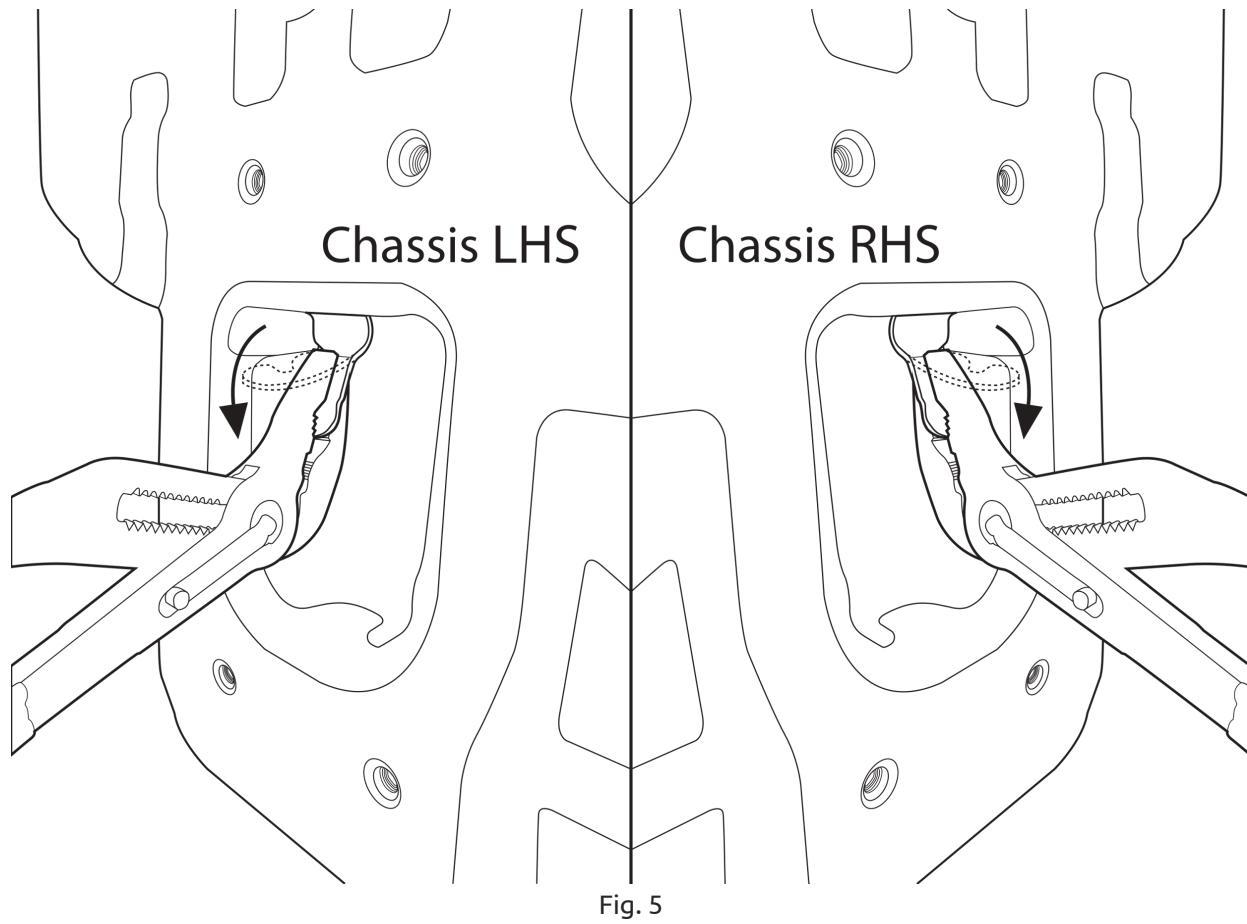

Fig. 5
- Отогните обозначенные части, как указано на рис. 5.